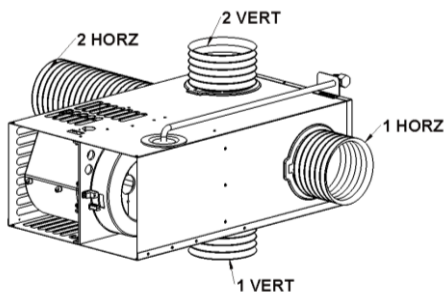

Figure 6
- Connectez la ligne de gaz au-dessus et à l'arrière de la fournaise. Voir les connexions de gaz dans la figure 6
- 5. Retirez le plateau de déboucheur des sorties désirées. See Figure 6. Si les deux sorties de 4 po ne sont pas utilisées, laissez-les en place, si elles sont retirées, un plateau de couverture peut être acheté.